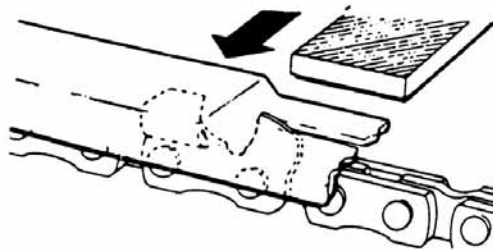

Fig. 4-3
- 3) Colocar la herramienta del calibre de profundidad en la cuchilla. En el caso de sobresalir el calibre de profundidad, limar su nivel con la parte superior de la herramienta. Limar siempre desde el interior de la cadena hacia el exterior de la cuchilla. (Fig. 4-3)